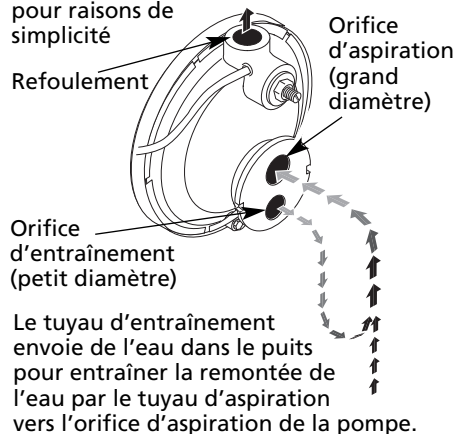
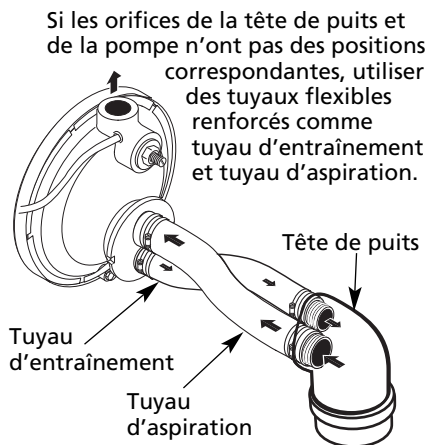

Figure 3 – Fonctions d'entraînement et d'aspiration
Figure 4 – Inversion des connexions au puits
2. Si le tuyau d'aspiration (l'orifice de plus grand diamètre – voir Figure 3) de l'ancienne pompe se trouve sous l'orifice d'entraînement, il sera nécessaire d'installer un tuyau flexible entre la tête de puits et la pompe pour réaliser un raccordement correct (voir Figure 4).